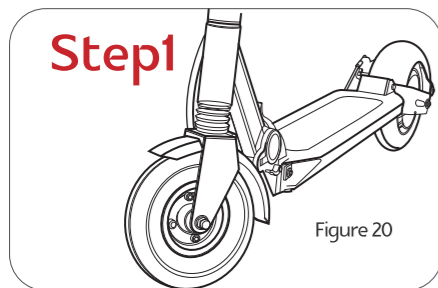

Figure 20
- <Figure 20> 언폴딩된 상태의 측면부에서부터 시작해주세요.